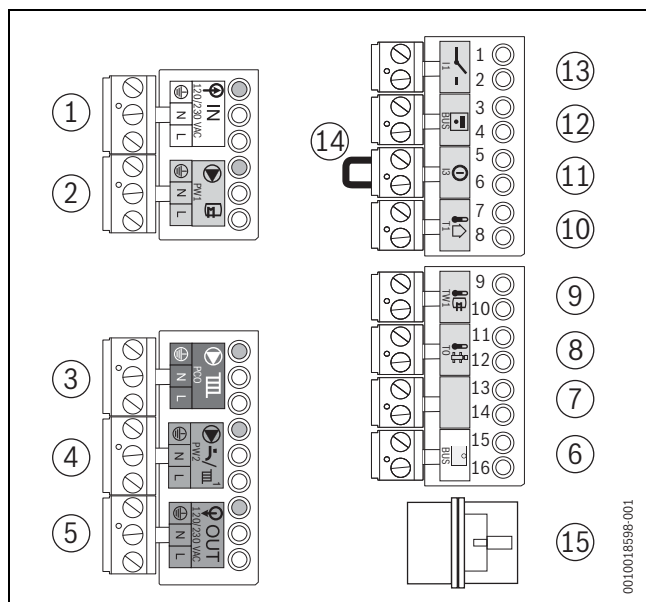

Bild 49 Klemmleiste
- ▶ Ein-/Aus-Raumtemperaturregler auf Anschlussklemme I1 (→ Bild 49, [13]) anschließen (Zubehör).
- ▶ Regler auf Anschlussklemme BUS (→ Bild 49, [6]) anschließen. Hierzu ein 2-adriges Stromkabel von 0,4 bis 0,75 mm² verwenden.
- 230 V_{AC} Netzkabelanschluss des ersten Moduls für das zweite Modul verwenden. Hierzu das mit dem Modul mitgelieferte Kabel verwenden (→ Bild 49, [4]).
- Heizungspumpe an die grüne Anschlussklemme PCO (→ Bild 49, [3]) anschließen.
- Zirkulationspumpe an die lila Anschlussklemme PW2 (→ Bild 49, [4]) anschließen.